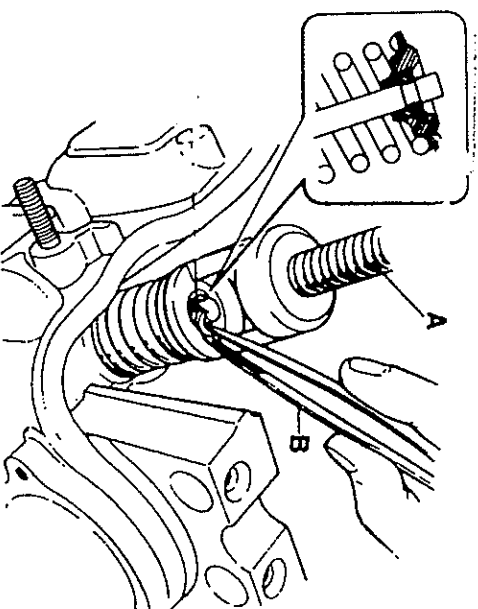

Fig. 3-122 (B) Pinzas (O9916-84510)
Para colocar las chavetas de las válvulas en las ranuras provistas en el extremo de cada vástago de válvula, use el útil (A) (O9916-14510): comprima el muelle de válvula con esta herramienta y monte las chavetas, según se indica en la Fig. 3-122.